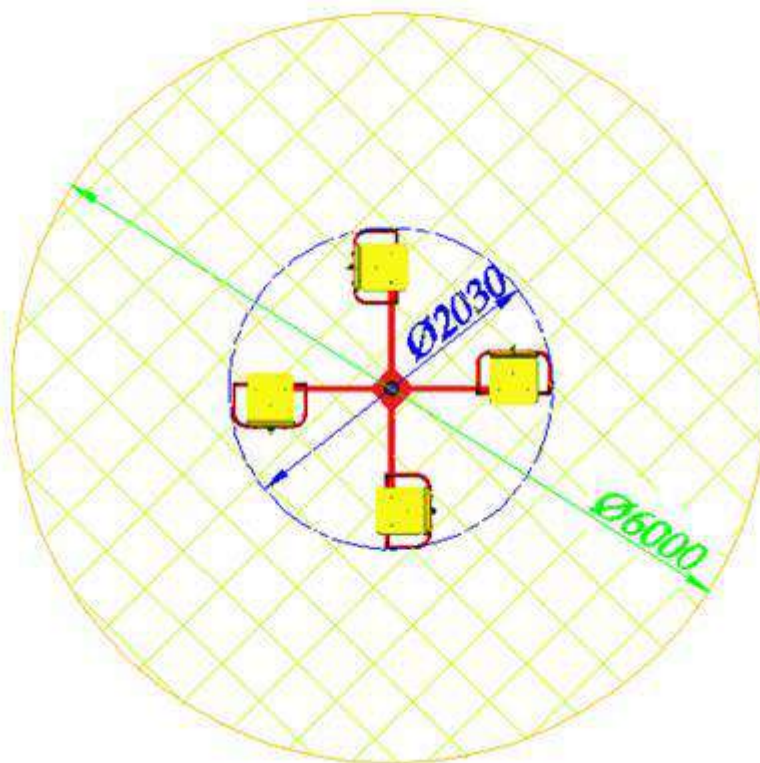

Рис.2 Зона безопасности карусели РТР 025
3.5. Монтаж карусели проводится на ровном месте в соответствии с планировкой размещения всего оборудования площадки. При монтаже необходимо обеспечить безопасную зону вокруг карусели в соответствии с рис. 2.